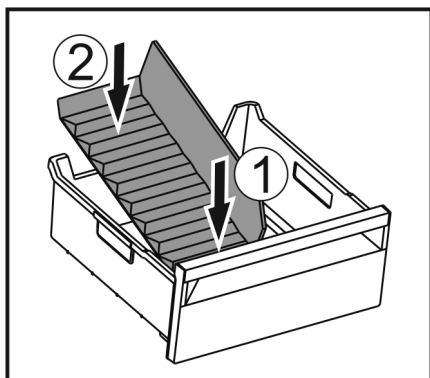

Fig. 147
- Inserire la parte anteriore del divisore dello scomparto del ghiaccio. Fig. 147 (1)
- Abbassare la parte posteriore del divisore dello scomparto del ghiaccio fino al fondo del cassetto. Fig. 147 (2)